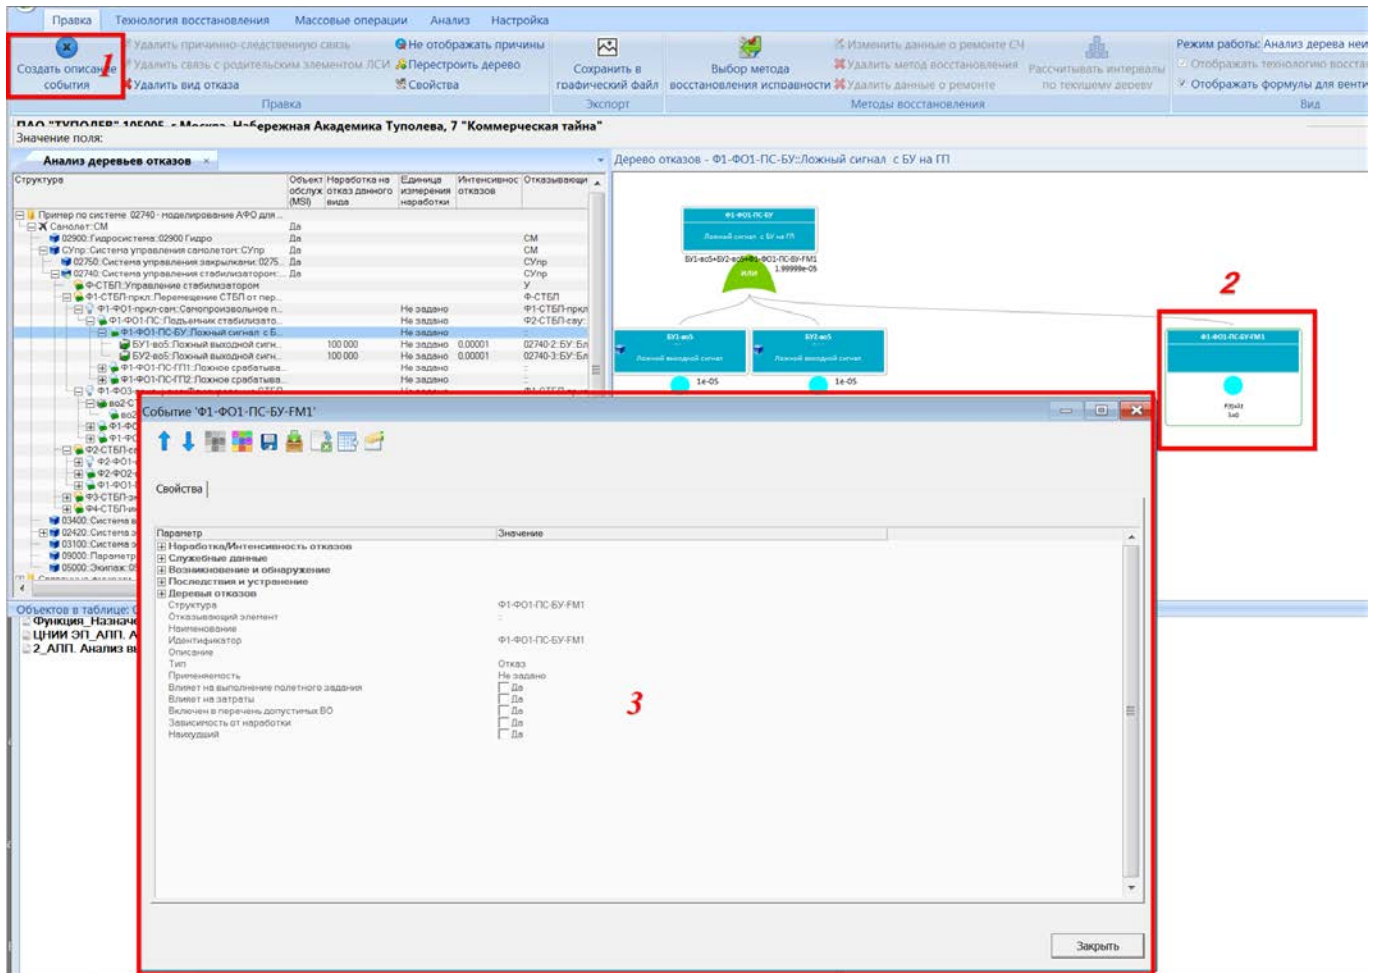

Рис. 10-344 – Создание КО в окне «Дерево отказов»
- 5) В рабочем окне «Анализ деревьев отказов» выбрать вид отказа, в дереве которого нужно создать КО. В связанном окне «Дерево отказов» он отобразится в графическом виде (рис. 10-344).